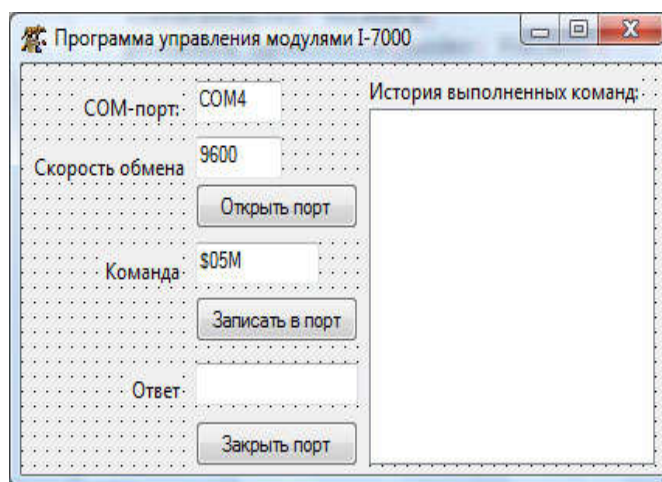

Рис. 54. Экранная форма приложения
2. Измените внешний вид экранной формы приложения (Form1), описанной в модуле «LazarusI7000.pas», так, как показано на рис. 54. Присвойте новые названия компонентам, расположенным на форме: «COM-порт» - editNumPort; «Скорость обмена» - editSpeed; «Команда» - editCommand; «Ответ» - editAnswer; «Открыть порт» - buttonOpen; «Записать в порт» - buttonWrite; «Закрыть порт» - buttonClose; «История выполненных команд» - memoHistory.